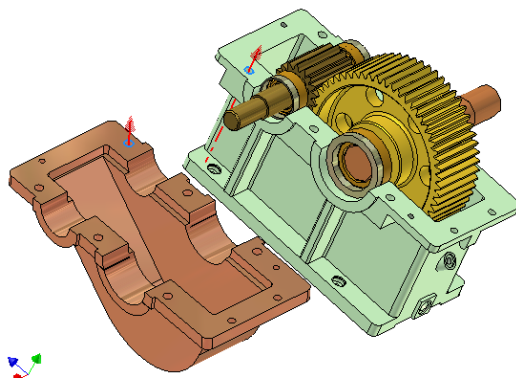

图 10-30 插入约束示意图
③对于第二个插入装配约束, 也是通过选择下箱体和箱盖的对应孔来完成。对应孔的选择是任意的, 这里我们选择如图 10-30 所示的一对孔来进行装配, 装配方法与上一个插入装配约束完全相同, 这里不再赘述。